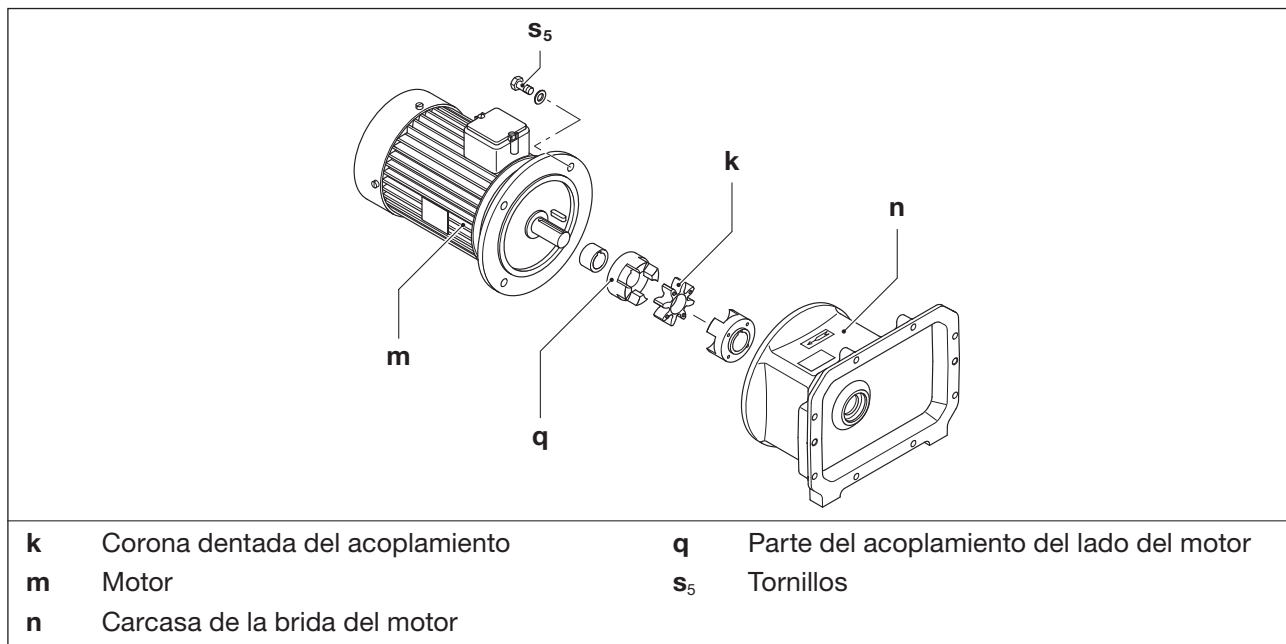

Fig. 20 Acoplamiento
La corona dentada del acoplamiento (Fig. 20/k) está sujeta a desgaste y debe comprobarse periódicamente (al menos 1 vez al año).
- Suspender el motor (Fig. 20/m) por las armellas de transporte utilizando un equipo de elevación.
- Aflojar los tornillos (Fig. 20/s₅) de la brida del motor y retirar axialmente el motor junto a la parte del acoplamiento del lado del motor (Fig. 20/q) de la carcasa de la brida del motor (Fig. 20/n).
- Comprobar la corona dentada (Fig. 20/k). Sustituir la corona dentada si está dañada o desgastada.
- Empuje contra el eje la corona dentada y el motor con la mitad del acoplamiento del lado del motor y acóplelo a la brida del motor con los tornillos (Fig. 20/s₅).